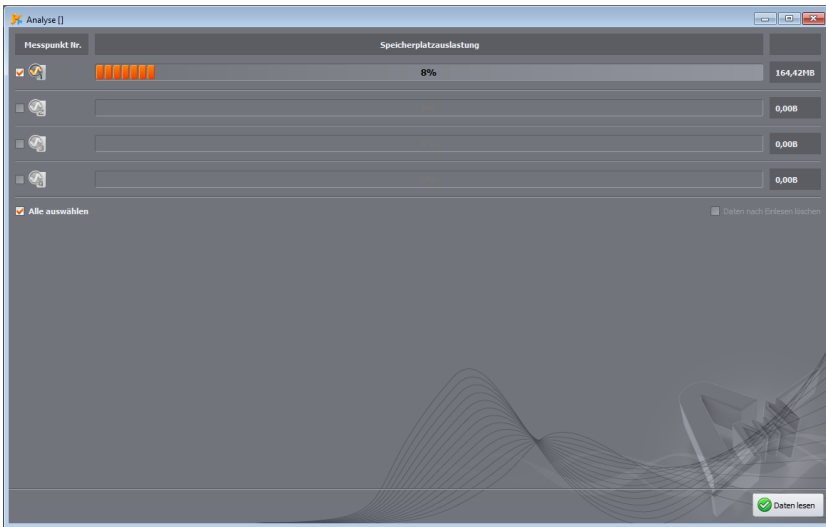

Abb. 53. Auswahl der abzulesenden Daten.
Sobald das Messgerät korrekt mit dem Computer verbunden ist, wird ein Fenster wie auf Abb. 53 angezeigt, und die Daten können zum Herunterladen und zur anschließenden Analyse ausgewählt werden. Wählen Sie dazu die Messkonfigurationen aus, aus denen Daten extrahiert werden sollen. Rechts neben dem Balken, der die Datenbelegung anzeigt, wird das tatsächliche Datenvolumen angegeben. Um das Herunterladen der Daten der ausgewählten Messkonfigurationen zu starten, klicken Sie auf die Taste **DATEN LESEN**.
- Indem Sie auf die Taste **AUFLISTEN** klicken, kehren Sie (nach Bestätigung) zum Fenster für das Ablesen der Analysedaten zurück (Abb. 53). Wenn die heruntergeladenen Daten zu diesem Zeitpunkt noch nicht gespeichert wurden, gehen sie verloren.